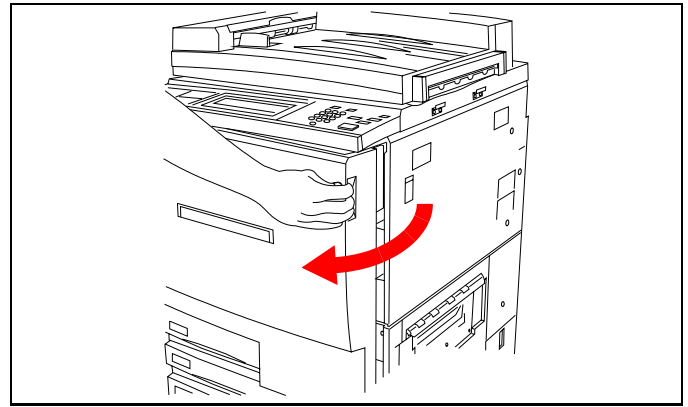
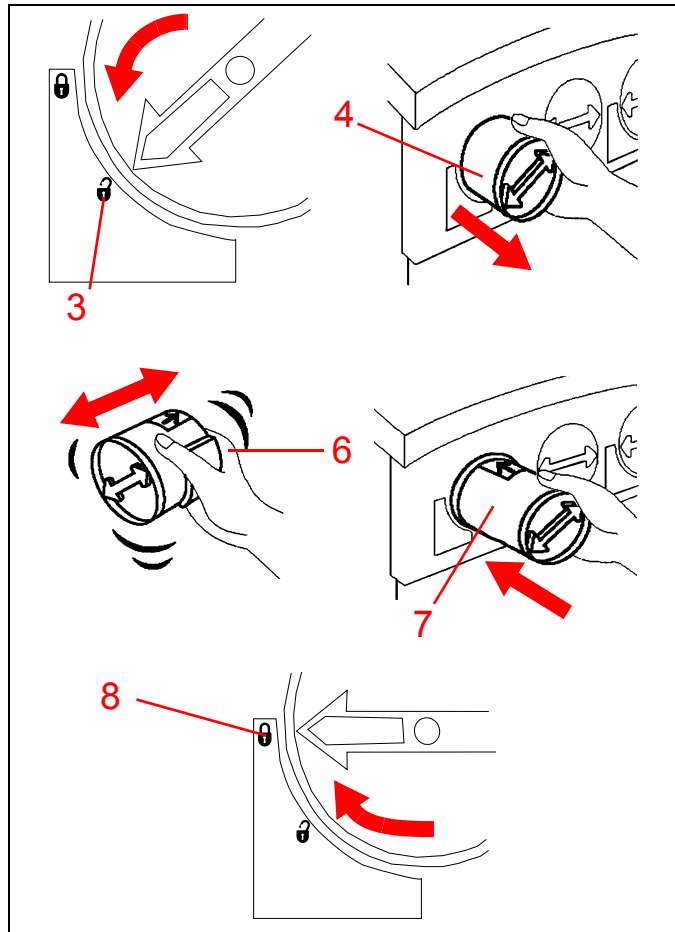

Figura 18
Figura 22
Demonstre como abrir a porta dianteira da copiadora. Consulte a Figura 18.
1. Consulte a Figura 22. Abra a porta dianteira da Impressora DocuColor 12. (Consulte a Figura 18 na página 11.)